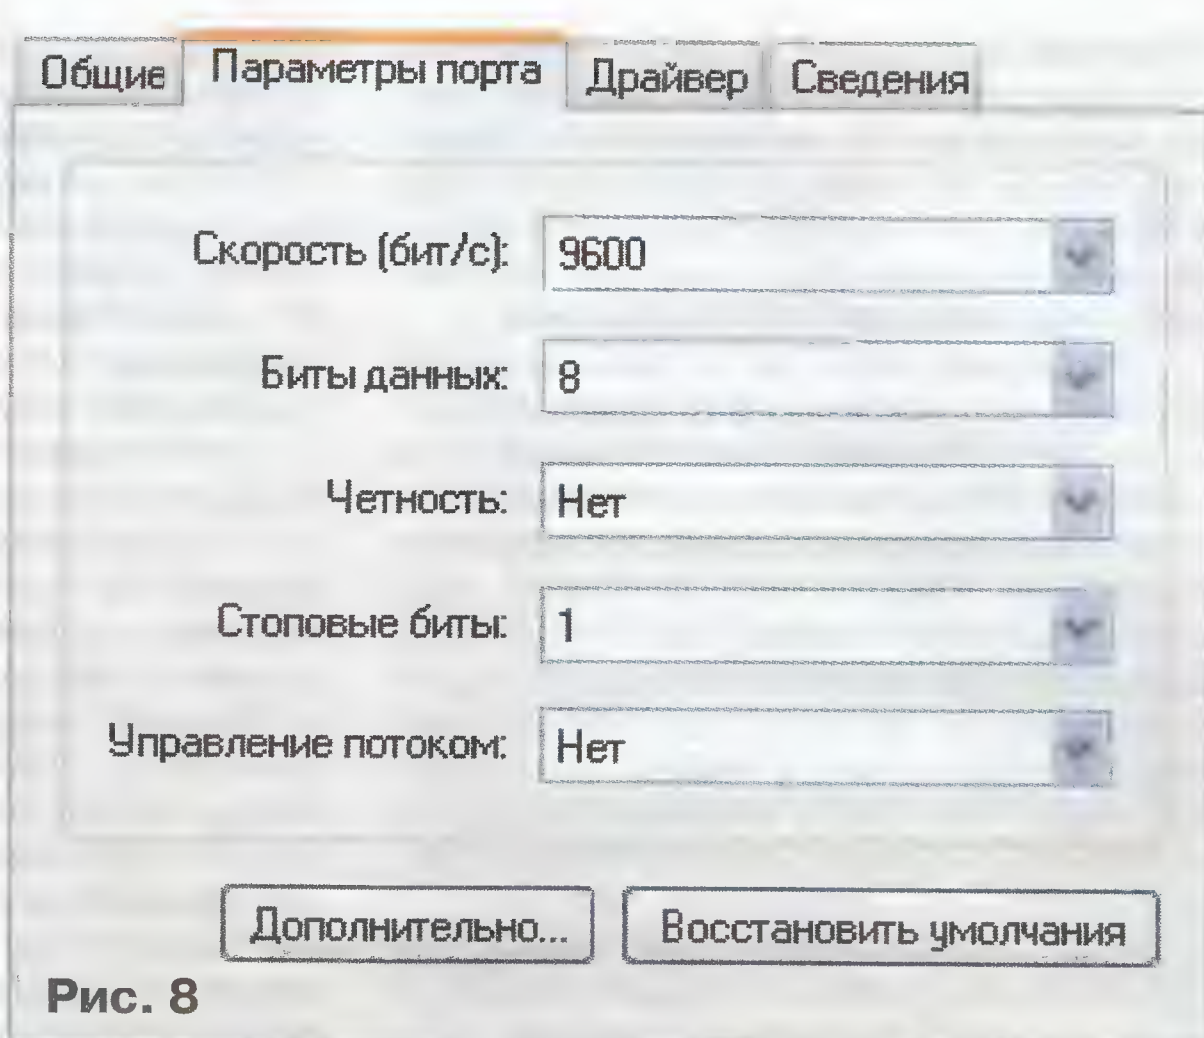

Рис. 8
4. Пройдя по пути Пуск→Настройка→Панель управления→Система→Оборудование→Диспетчер устройств, убедиться, что в системе появился новый виртуальный COM-порт и ему автоматически присвоен номер, например COM6. Настроить его, как показано на рис. 8.